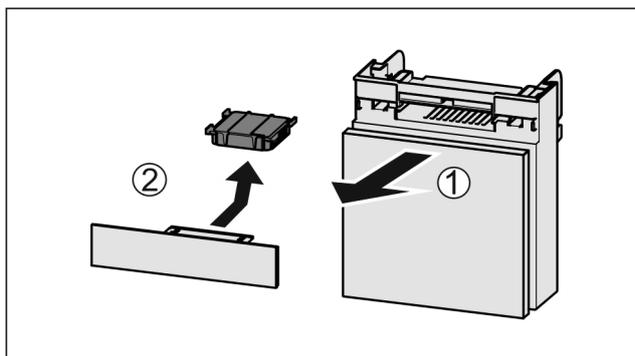

Fig. 152
- ▶ Wyciągnąć Fig. 152 (1) komorę do przodu.
- ▶ Wyjąć Fig. 152 (2) filtr z węglem aktywowanym.